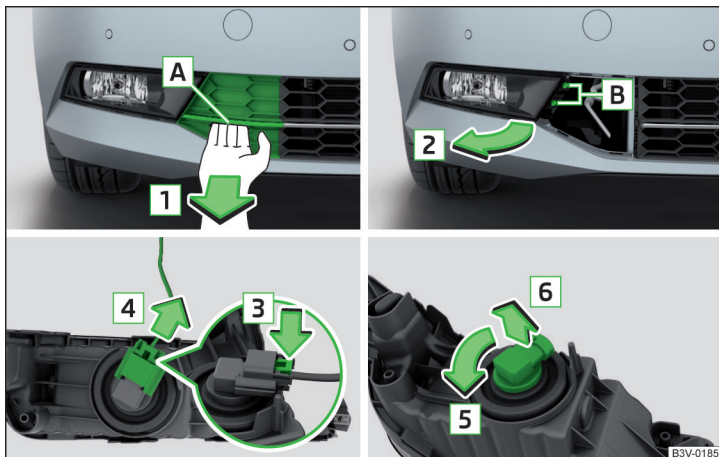

Abb. 370 Nebelscheinwerfer herausnehmen / Glühlampe wechseln
- Die Finger in die Öffnung **A** einführen und das Gitter durch Ziehen in Pfeilrichtung **1** » Abb. 370 herausnehmen.
- Den Nebelscheinwerfer entgegen der Pfeilrichtung **2** » Abb. 370 einsetzen und festschrauben.